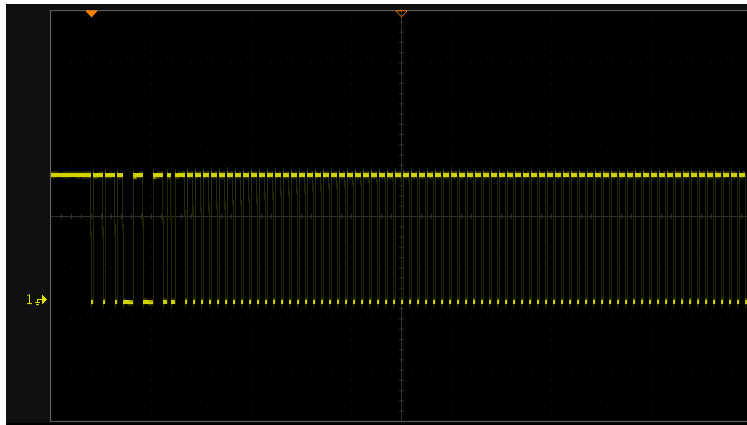

图 15.18 CAN-FD 信号捕获
- 1、将 CAN-FD 的信号接到通道 1 中，点击【Auto Setup】一键捕获波形，让波形以较好的效果显示在界面，如图 15.18 所示；